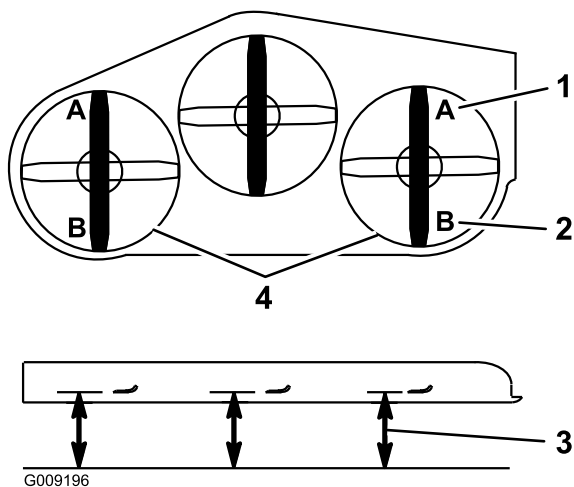

**Figura 91**
5. Empuje el pedal de elevación de la carcasa hacia delante del todo; la carcasa se enganchará en la posición de transporte de 140 mm (5½") (Figura 91).